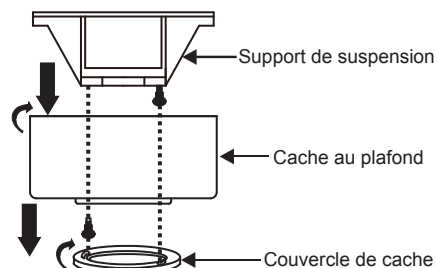

Fig. 5
Étape 1. Retirez le couvercle du fond du cache décoratif en le tournant dans le sens antihoraire.(Fig. 5)
Étape 2. Retirez le support de montage au plafond du cache en enlevant (mais en la conservant pour la suite) l'une des deux vis. Desserrez la vis restante d'un demi-tour.(Fig. 5)